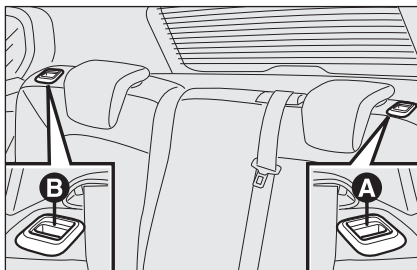

fig. 82
- agire sulle maniglie **A** o **B-fig. 82** per sbloccare rispettivamente la porzione sinistra o destra dello schienale e accompagnare lo schienale sul cuscino.
- sollevare le maniglie **A** e **B-fig. 82** per sbloccare gli schienali e accompagnarli sul cuscino.